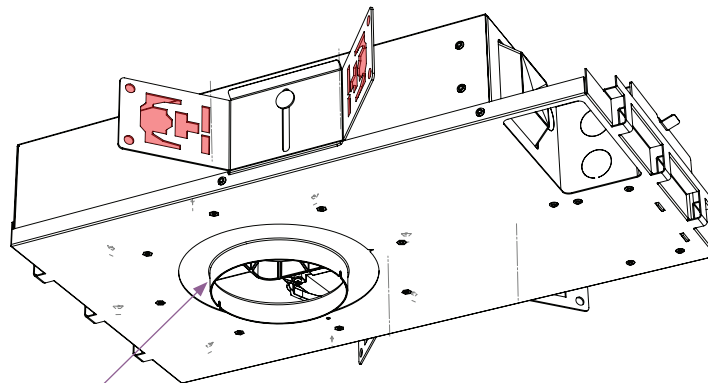

fig. 8: collar
- a. Use material en barras o perfil C-channel (no suministrados) para montar el D2 en el cielorraso. Los soportes deberán pasar a través de los orificios de los soportes mariposa y pueden utilizarse para suspender el D2 sin tornillos (consulte la fig. 8).